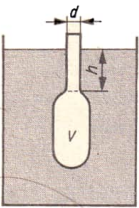

Bild 59
- 4.15** Ein Aräometer (Bild 59) mit der Masse m taucht in eine Flüssigkeit der Dichte ρ ein. Berechnen Sie die Eintauchtiefe h .